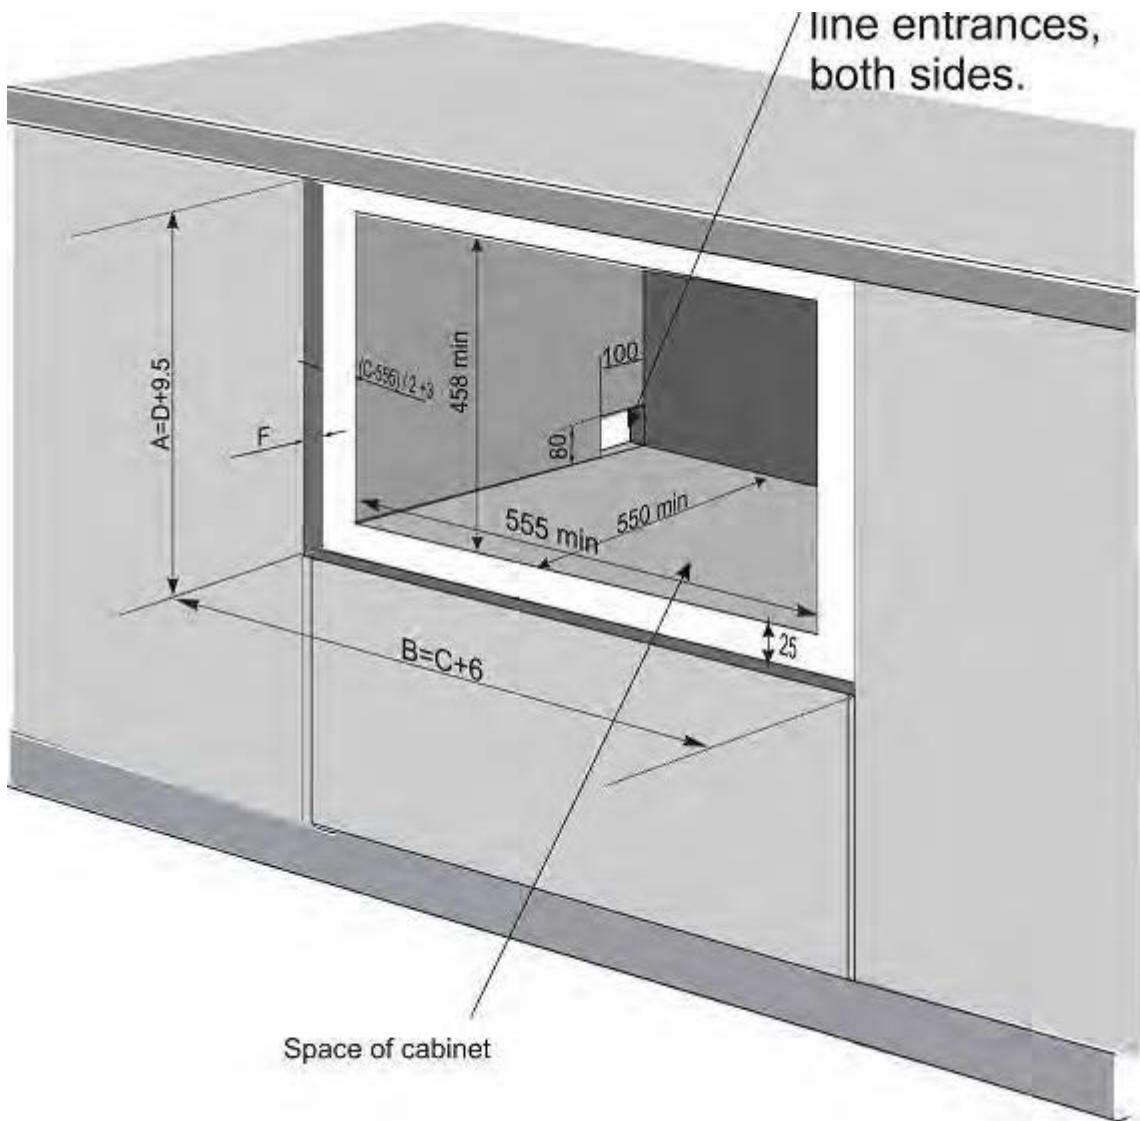

РИСУНОК 2
2. Если планируется установить посудомоечную машину в углу кухонной стойки, необходимо оставить небольшое пространство для открытия дверцы (рис. 2).
C, D, E – см рис.2